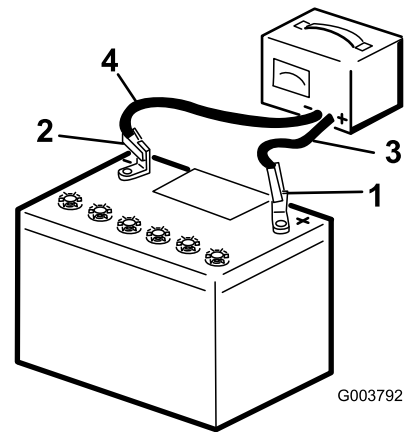

Bild 39
3. Wenn die Batterie voll geladen ist, ziehen Sie den Stecker des Ladegeräts aus der Dose. Klemmen Sie dann die Klemmen des Ladegeräts von den Batteriepolen ab (Bild 39).
2. Laden Sie die Batterie für 10-15 Minuten mit 25 A bis 30 A oder 30 Minuten lang mit 4 A bis 6 A (Bild 39). Überladen Sie die Batterie nicht.